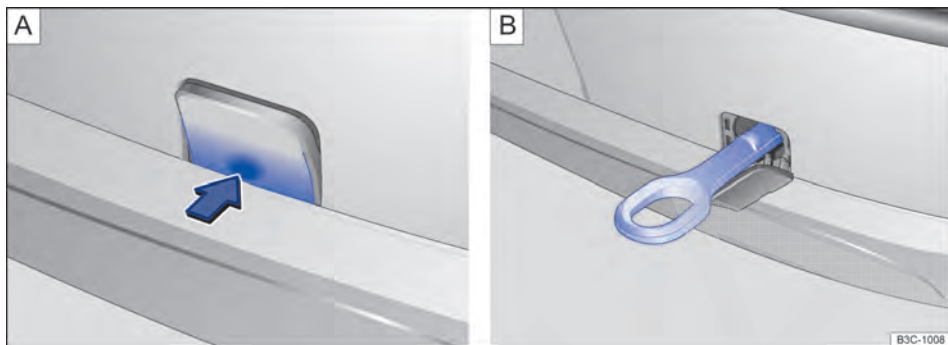
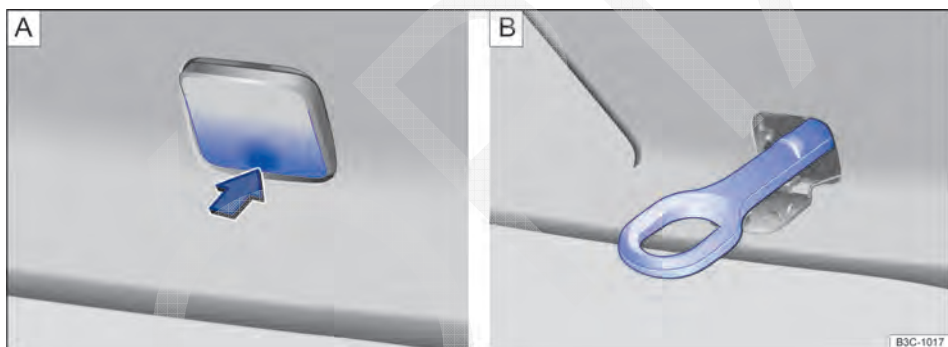

Fig. 262 No para-choque traseiro à direita (variante 1): remover a cobertura (A) e a argola de reboque rosqueada (B).
Fig. 263 No para-choque traseiro à direita (variante 2): remover a cobertura (A) e a argola de reboque rosqueada (B).
O alojamento da argola de reboque parafusável está localizado atrás, à direita do para-choque, atrás de uma capa de cobertura ⇒ Fig. 262 ou ⇒ Fig. 263. Em *veículos com dispositivo de reboque instalado de fábrica*, atrás da cobertura **não** há um alojamento para a argola de reboque rosqueável. Para rebocar, bascular para fora ou montar e utilizar a rótula de engate e utilizá-la ⇒ Página 161, ⇒ .
- Pressionar na área inferior da capa de cobertura ⇒ Fig. 262 A ou ⇒ Fig. 263 A no sentido da seta, para soltar o encaixe da capa de cobertura.